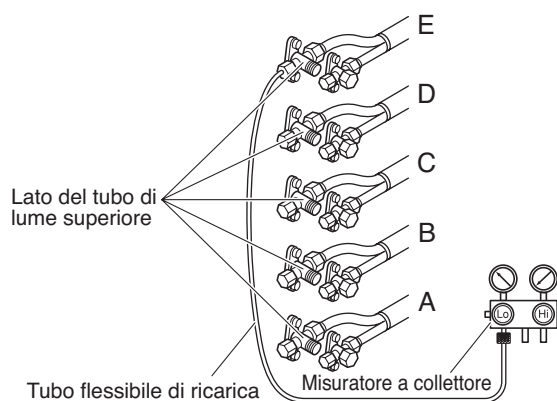

Fig. 23
- (2) Collegare il misuratore a collettore alla luce di carica della valvola sul lato del tubo di lume superiore del tubo E. Spurgare l'aria dal tubo flessibile di ricarica. Consultare in proposito la Fig. 23.
- (3) Eseguire il raffreddamento o raffreddamento forzato. Quando la pressione sul lato di pressione inferiore è compresa fra 0,05 – 0,1 MPaG (0,5 – 1 kg/cm2G), chiudere del tutto i perni delle valvole sul lato del tubo di lume maggiore dei tubi A, B, C, D e E, quindi fermare immediatamente il funzionamento. Consultare in proposito la Fig. 23.